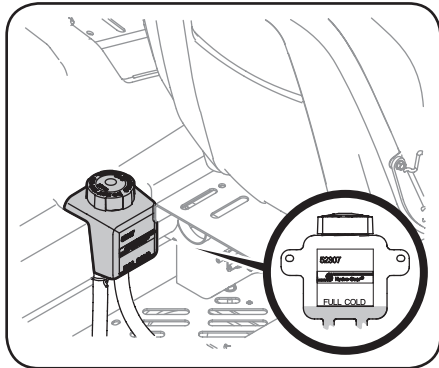

Figure 4-6
1. Nettoyez le bouchon du réservoir et la zone autour du bouchon afin que les débris ne contaminent pas l'huile. Voir Figure 4-6.
2. Tournez le bouchon dans le sens anti-horaire pour le retirer, puis vérifiez le niveau d'huile. Il doit y avoir de l'huile au fond de la cuvette, cependant le niveau d'huile NE doit PAS dépasser la marque PLEIN FROID (FULL COLD). Voir Figure 4-6. NE REMPLISSEZ PAS CE RÉSERVOIR.